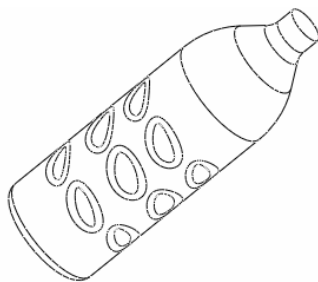

图 34-21
- (4) 单击阵列特征操控板中的  按钮，完成阵列特征，结果如图 34-21 所示。